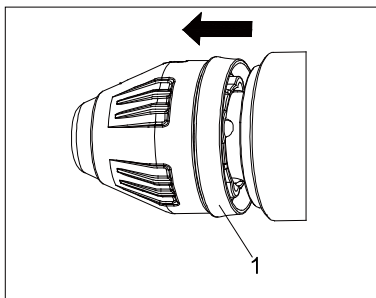

Рисунок 5
(1) Демонтаж патрона:
Установите переключатель режимов работы (4) в позицию "Долбление" (сверлильный шпindel заблокирован). (См. рисунок 5)